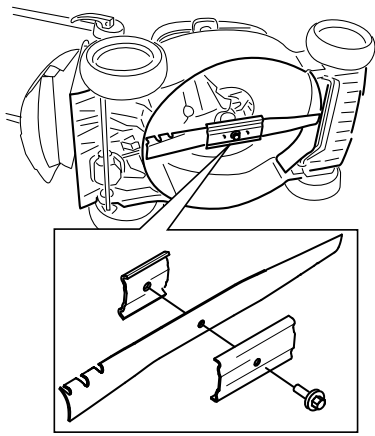

Bild 31
2. Kippen Sie den Rasenmäher seitlich (Luftfilter zeigt nach oben) (Bild 31).